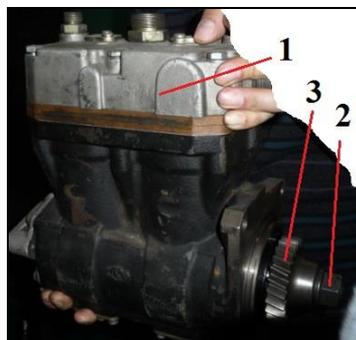

Рис.47. Воздушный компрессор
3.8. Воздушный компрессор (Рис. 47)